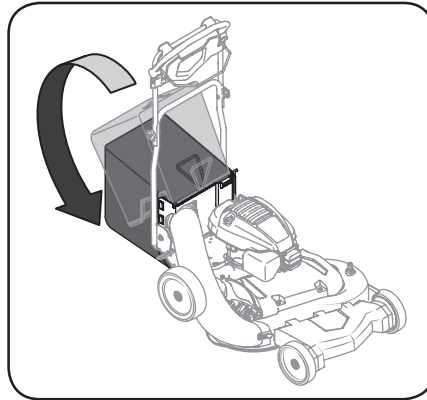

Figura 2-8
- e. Gire el colector de césped hacia abajo de manera que quede apoyado sobre la abertura trasera de la cortadora. Vea la Figura 2-8. Suelte la puerta de descarga de modo que quede apoyada contra el colector de césped.